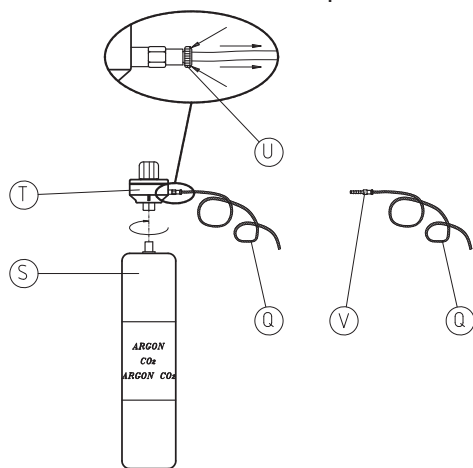

Fig.6
- Adattatori - Per l'uso di bombole ricaricabili dovete procurarvi un adattatore per bombole a gas grandi (FIG. 6).